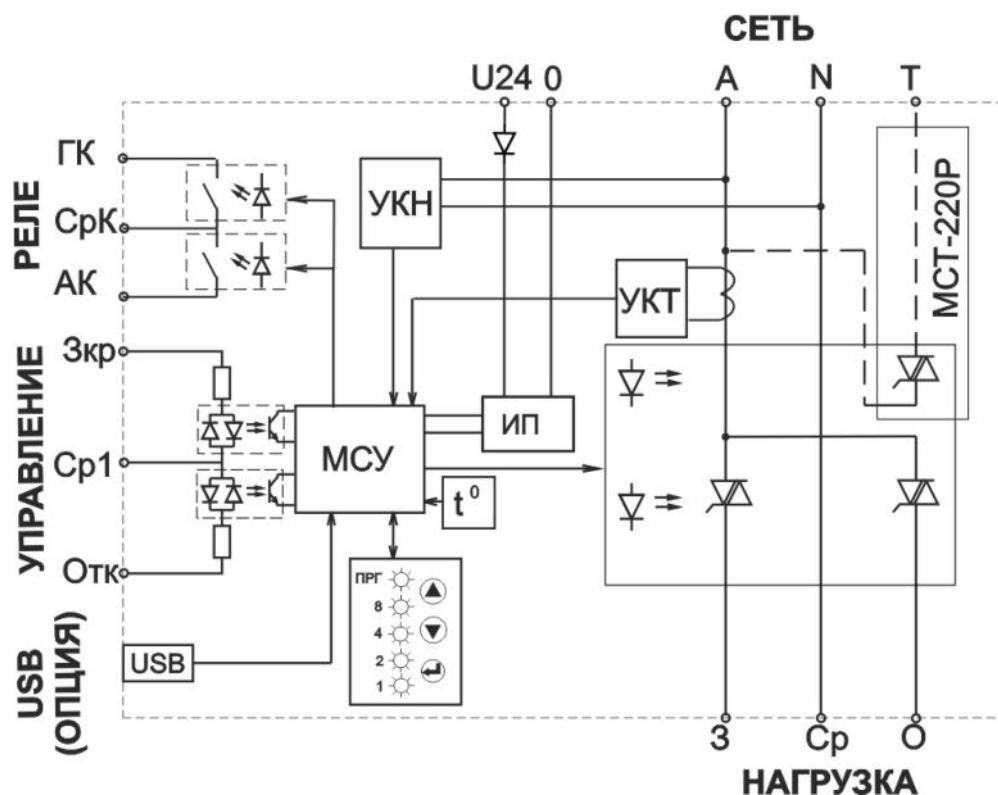

Рисунок 2 – Функциональная схема пускателей МСТ-120Р, МСТ-220Р
1.5.5 Функциональная схема пускателя приведена на рис. 2.